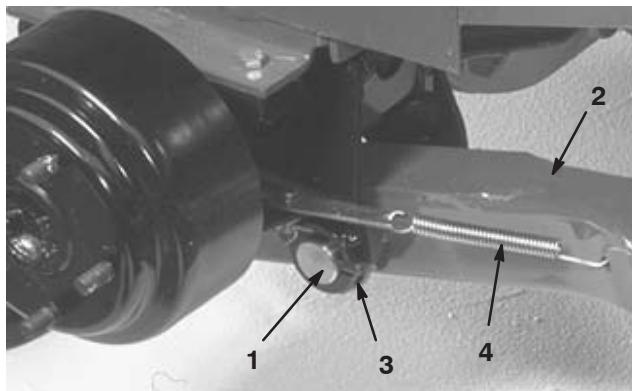

Bild 6
4. Befestigen Sie einen Hubarm mit einem Schwenkstift und einem Splint an der Schwenkhalterung (Bild 6). Die Enden der Hubarme müssen sich nach außen krümmen.
6. Haken Sie die Bremsrücklauffeder in das Loch im Hubarm ein (Bild 6).